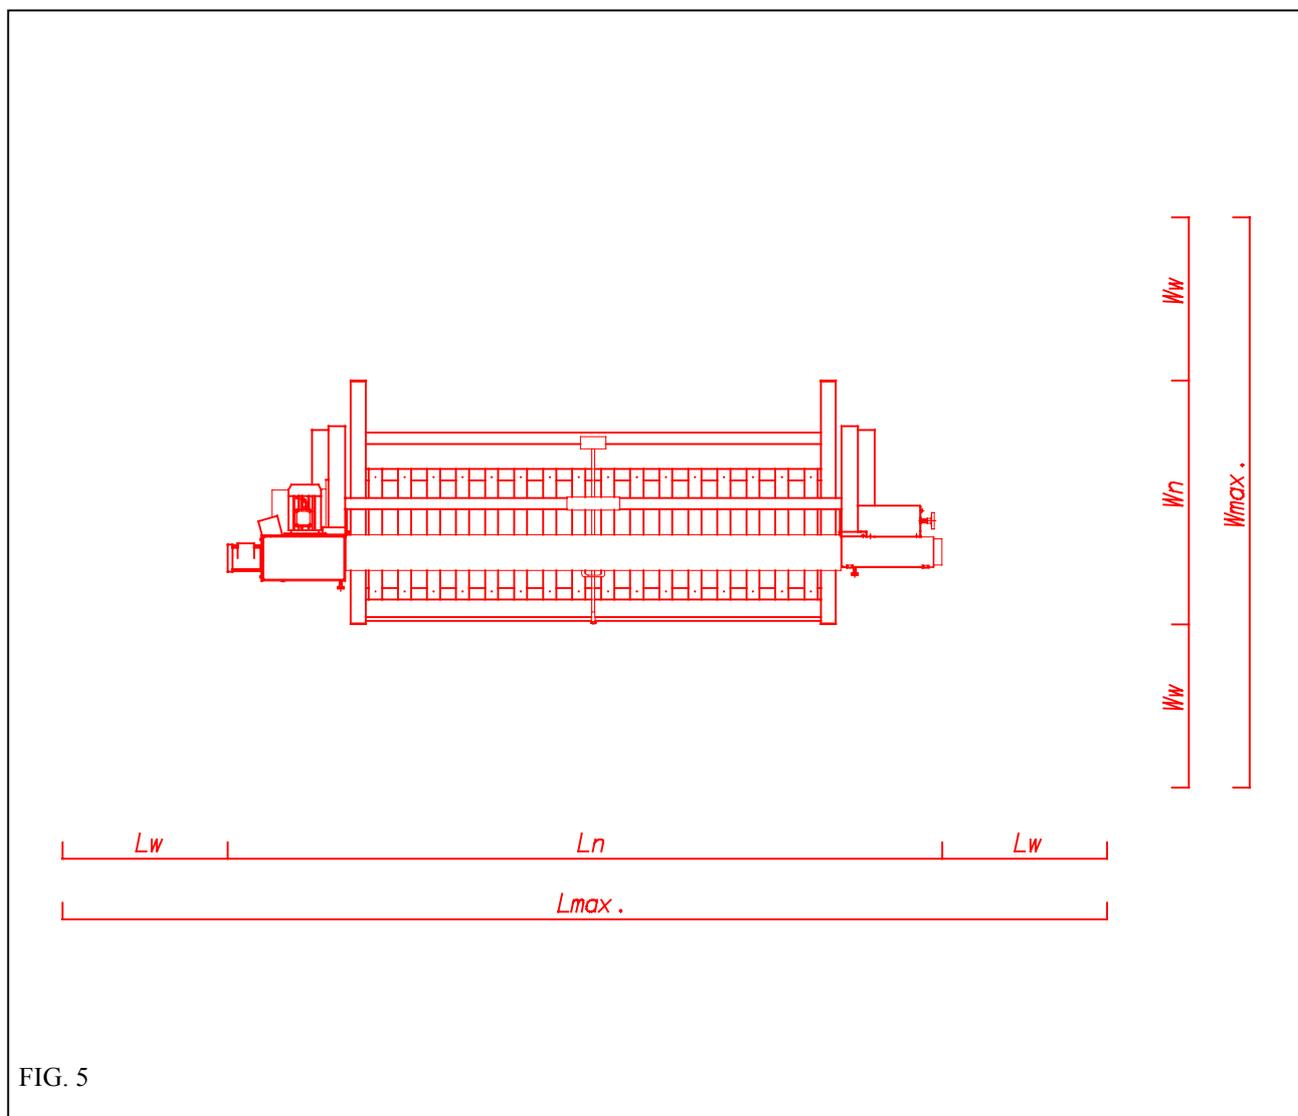

FIG. 5
5.4 Collocazione della macchina (fig.5)